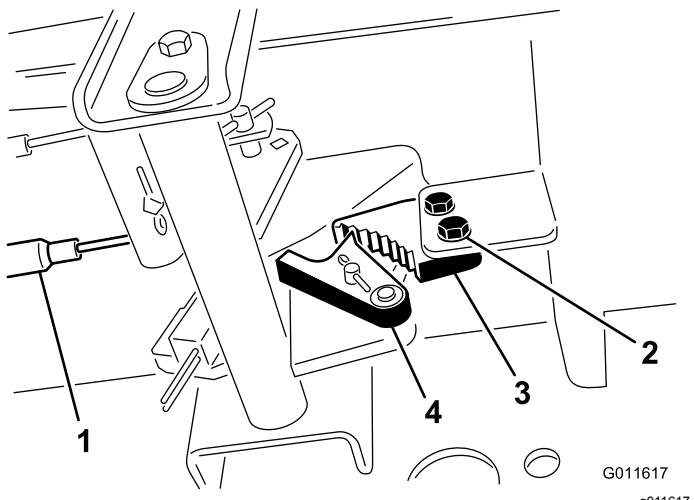

図 68
1. 駐車ブレーキのツメをフレームに固定しているネジ2本をゆるめる(図 68)。
2. ブレーキのツメが戻り止めに完全に掛かるまで駐車ブレーキペダルを前に踏み込む(図 68)。